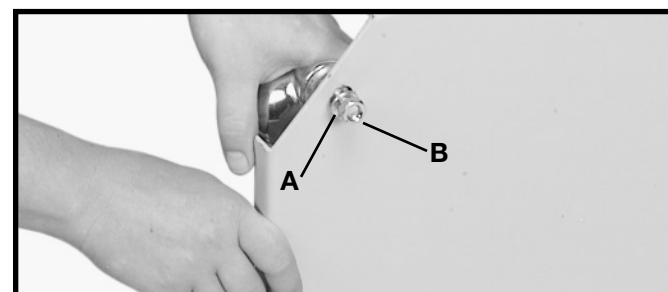

Fig. 4
3. Coloque una arandela de seguridad de 3/8 (A), Fig. 4, en cada perno.
4. Enrosque una tuerca hexagonal de 3/8 (B), Fig. 4, en cada uno de los cuatro pernos y apriétela firmemente.